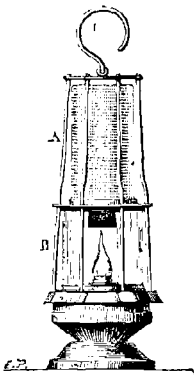

Fig. 48.
13. Mais la lampe de Davy n'est pas sans inconvénients. En premier lieu, la présence de l'enveloppe en toile métallique fait qu'elle éclaire moins bien que les lampes ordinaires. En second lieu, elle n'est pas absolument sûre. Ainsi, il peut arriver que la chaleur développée à l'intérieur soit assez grande pour qu'un ou plusieurs fils, déjà affaiblis par l'usure, brûlent et laissent passer la flamme à l'extérieur. Un mouvement brusque de l'air a quelquefois chassé la flamme au delà de la toile, notamment quand la lampe se trouvait placée devant un soufflard, ou qu'on voulait l'éteindre en soufflant. On a vu encore des poussières de charbon venir se fixer sur les mailles de l'enveloppe, puis prendre feu et enflammer l'atmosphère ambiante. Pour remédier à ces défauts, on a fait en France, en Angleterre, en Belgique, en Allemagne, une multitude de recherches afin d'améliorer la lampe primitive de Davy. On a ainsi produit des lampes qui, telles que celle des ingénieurs Mueseler, Boty, Combes (fig. 48), etc.,